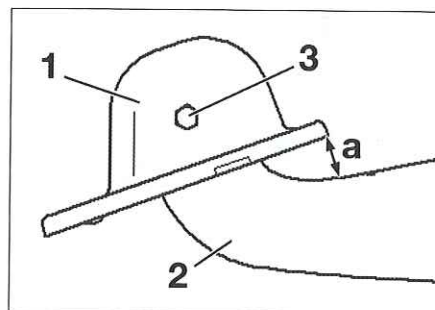

Fig. 24
- si el apoyo (1) ha sido separado del brazo longitudinal (2), respetar la inclinación del apoyo con relación al brazo (a = 36 mm) antes de apretar su tornillo de fijación nuevo (3) (Fig.24).